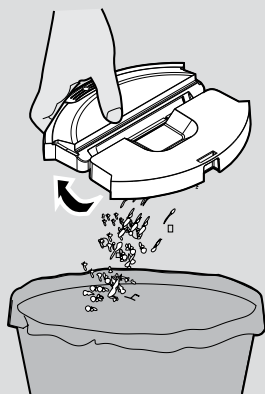
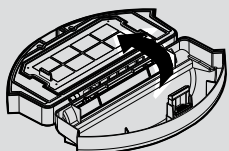

Fig. 8
Fig. 9
2. Videz le réservoir dans une poubelle. [Fig. 8]
2. Videz le réservoir. [Fig. 8] Ouvrez le réservoir, retirez la maille du filtre avec le filtre ensemble, puis retirez le filtre EPA de la maille du filtre et nettoyez-les séparément. Le montage se fait dans l'ordre inverse ; assurez-vous que le filtre est monté correctement. [Fig. 9,10]